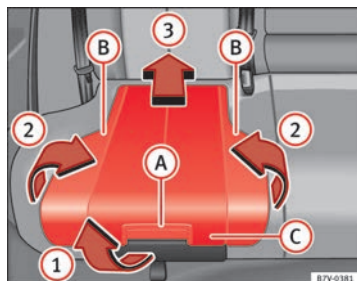

Fig. 29 Asiento integrado para niños: levantar el cojín.
- Tire del cojín hacia delante por la palanca de desbloqueo ⇒ fig. 29 (A) en la dirección de la flecha (1).
- Pliegue hacia arriba ambos lados (B), en el sentido de la flecha (2).
- Empuje hacia atrás el cojín (C) en la dirección de la flecha (3) hasta que se encastre.